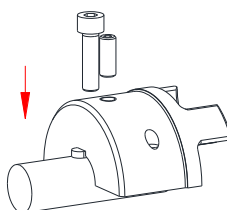

Bild 8
- Legen Sie die obere Halbschale der ersten SPLIT-Nabe mit eingesetzter Zylinderschraube auf die Welle (siehe Bild 8).